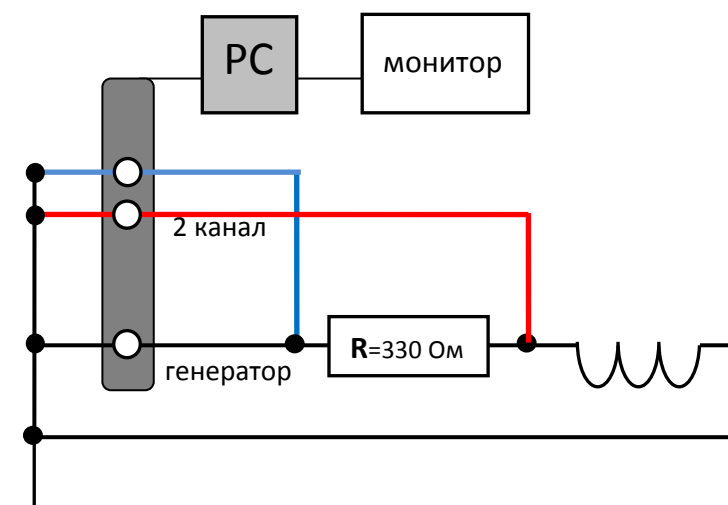

Рис. 4.17. Блок-схема для измерений напряжений и сдвига фаз в цепи с индуктивностью.
1. Собрать схему, представленную на рис. 4.17, используя обмотку катушки с максимальным числом витков (клеммы 1,3).
6. Собрать схему с рис.4.17 с другой катушкой индуктивности (с другим числом витков – клеммы 1,2). Провести измерения аналогичные пп.4, 5.